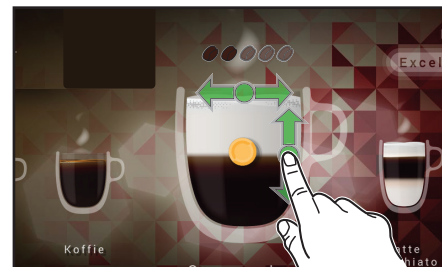

Fig. 4.6 - "Lav din egen" - styrke> forhold
- DRIKKEVARESTYRKE** - flyt puk, som er placeret i midten af koppen, til venstre eller til højre (kaffebønner er fremhævet, hvilket angiver drikkevarens styrke) (fig. 4.6)
- FORHOLDET MELLEM INGREDIENSER** (gælder for blandede drikkevarer) - flyt puk op eller ned for at justere ingredienserne (fig. 4.6).